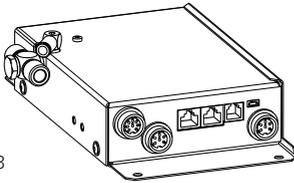

Fig. 3
- Le boitier électronique (Fig. 3) est généralement couplé électriquement à l'appareil générateur de poussière afin que le clapet pneumatique du point d'aspiration puisse s'ouvrir automatiquement lorsque la poussière est générée.